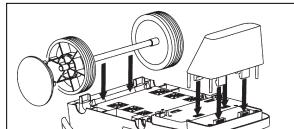

Figura 7
- Deslice las ruedas hacia afuera y calce el eje en la parte inferior de la unidad (Figura 7).
- Conecte la pata en la parte delantera de la hidrolavadora (Figura 7).